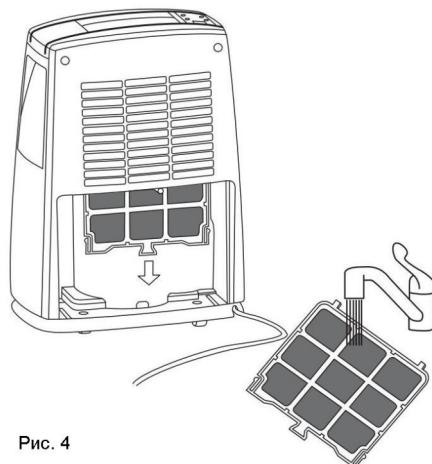

Рис. 4
- Еженедельно** открывайте воздухозаборную решетку на задней панели прибора и извлекайте сетчатый фильтр движением вниз (рис. 4). Прополоските фильтр теплой мыльной водой и дайте ему высокнуть. Затем вставьте фильтр на место и закройте воздухозаборную решетку.